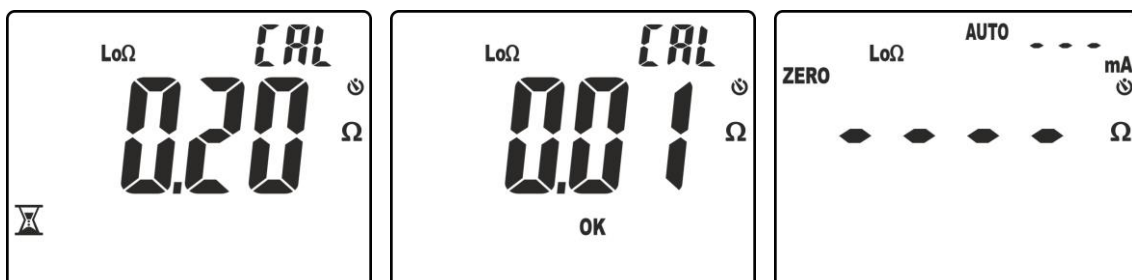

Fig. 33: Résultats de la remise à zéro exécutée correctement
4. L'instrument exécute la première mesure en relevant la résistance des câbles d'essai (voir Fig. 33 – à gauche). Si la valeur compensée (ZERO) est $\leq 5.00\Omega$ la maintient en mémoire et exécute la vérification suivante en exécutant une seconde mesure et en faisant la différence entre cette nouvelle valeur et celle compensée. Si la valeur s'avère être $\leq 0.01\Omega$ l'étalonnage est conforme et le message « OK » s'affiche à l'écran (voir Fig. 33 – au centre). Ensuite, l'instrument revient à la page-écran de mesure avec le message « ZERO » présent à l'écran pour indiquer la présence de la compensation des câbles